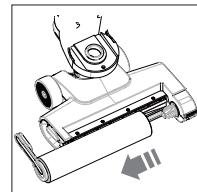

Abb. 14 – Mikrofaserrolle entnehmen
- ▶ Ziehen Sie die Verriegelungslasche der Mikrofaserrolle nach links und nehmen Sie die Mikrofaserrolle heraus (**siehe Abb. 14**).